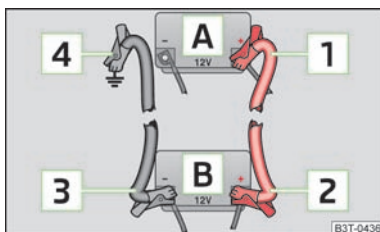

Fig. 138
- Fixe uma extremidade **1** » Fig. 138 ao borne positivo da bateria descarregada **A**.
- Fixe uma extremidade **3** » Fig. 138 ao borne negativo da bateria fornecedora de corrente **B**.